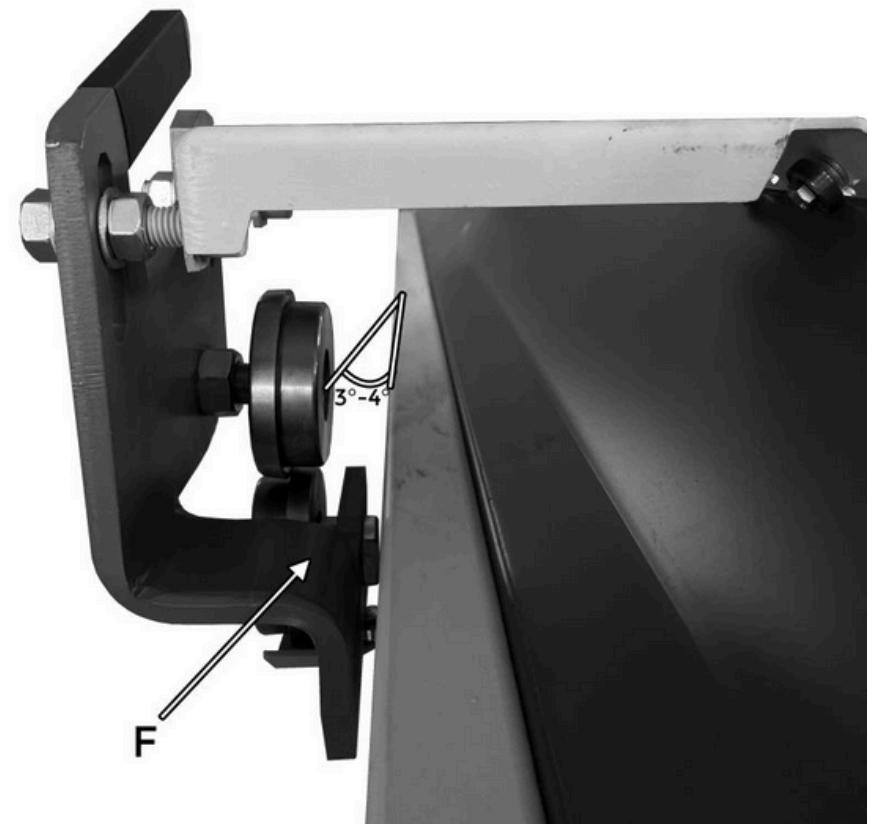

Fig 6.2
- 5) El pie de corte (talón) debe colocarse por debajo del nivel de la hoja cortada (Fig. 6.2 -E)
- 6) recomendamos ajustar el ángulo de ataque de las cuchillas en relación con la Fig. 6.2